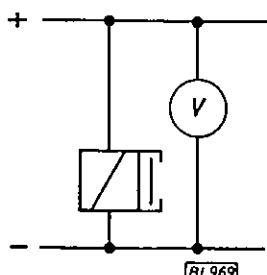

Bild 8 Spänningsmätning
a) att kopplingen visar fulla klämspänningen 24 V + 10% (bild 8).